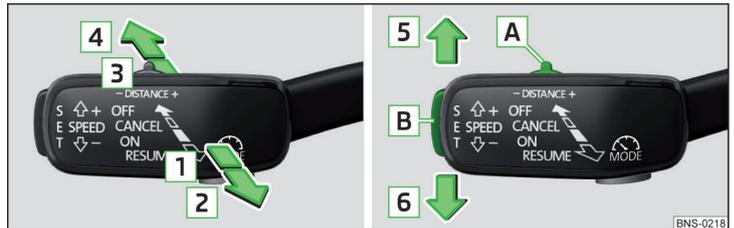

Abb. 273 Bedienungshebel
Übersicht der ACC-Funktionen, welche mit dem Hebel bedient werden » Abb. 273
- Die Taste **SET** » **Abb. 273** auf Seite 246 drücken.
- **oder:** Den Hebel in die gefederte Stellung **RESUME** » **Abb. 273** auf Seite 246 einstellen.
- Den Hebel in die gefederte Stellung **CANCEL** » **Abb. 273** auf Seite 246 einstellen.
Die gewünschte Geschwindigkeit wird mit dem Bedienungshebel eingestellt oder geändert » **Abb. 273** auf Seite 246.
» Abb. 273 auf Seite 246 oder im Infotainment » Seite 245, Einstellungen im Infotainment eingestellt werden.
» Den Schalter **DISTANCE** in die gefederte Stellung – oder + einstellen » Abb. 273 auf Seite 246.
Ein Beschleunigungsvorgang kann jederzeit durch Betätigung des Bremspedals oder den Druckpunkt CANCEL am Bedienungshebel » Abb. 273 auf Seite 246 abgebrochen werden.